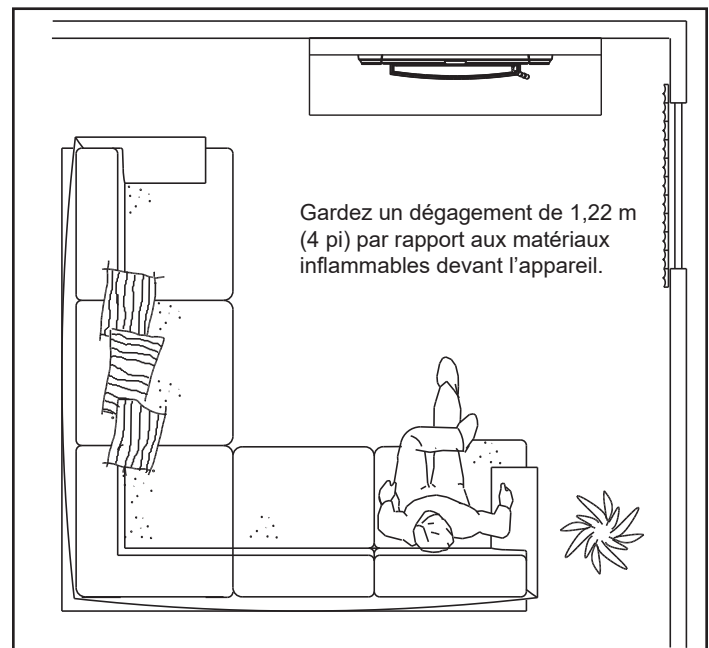

Figure 14.2
- NE placez PAS d'objets combustibles à moins de 1,2 m (4 pi) de l'avant de l'appareil (**Figure 14.2**).